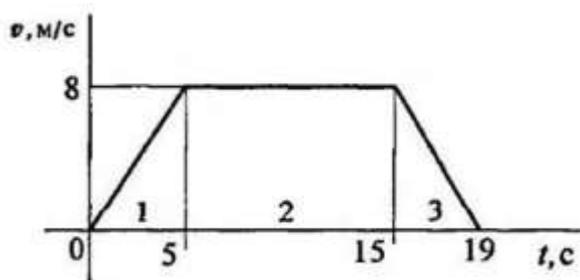

Рисунок 2 – График скорости
**Пример 1.** По заданному графику скорости найти путь, пройденный за время движения (рисунок 2).